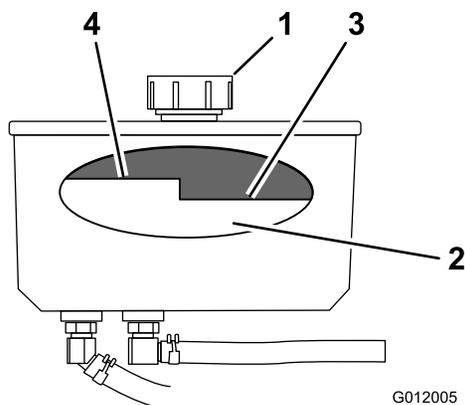

Figure 80
4. Nettoyez la surface autour du bouchon et du goulot de remplissage du réservoir hydraulique (Figure 80).
5. Enlevez le bouchon du goulot de remplissage (Figure 80).
**Remarque:** Lorsque l'huile est chaude, le niveau doit être en dessous du repère « à chaud » sur le déflecteur (Figure 80).